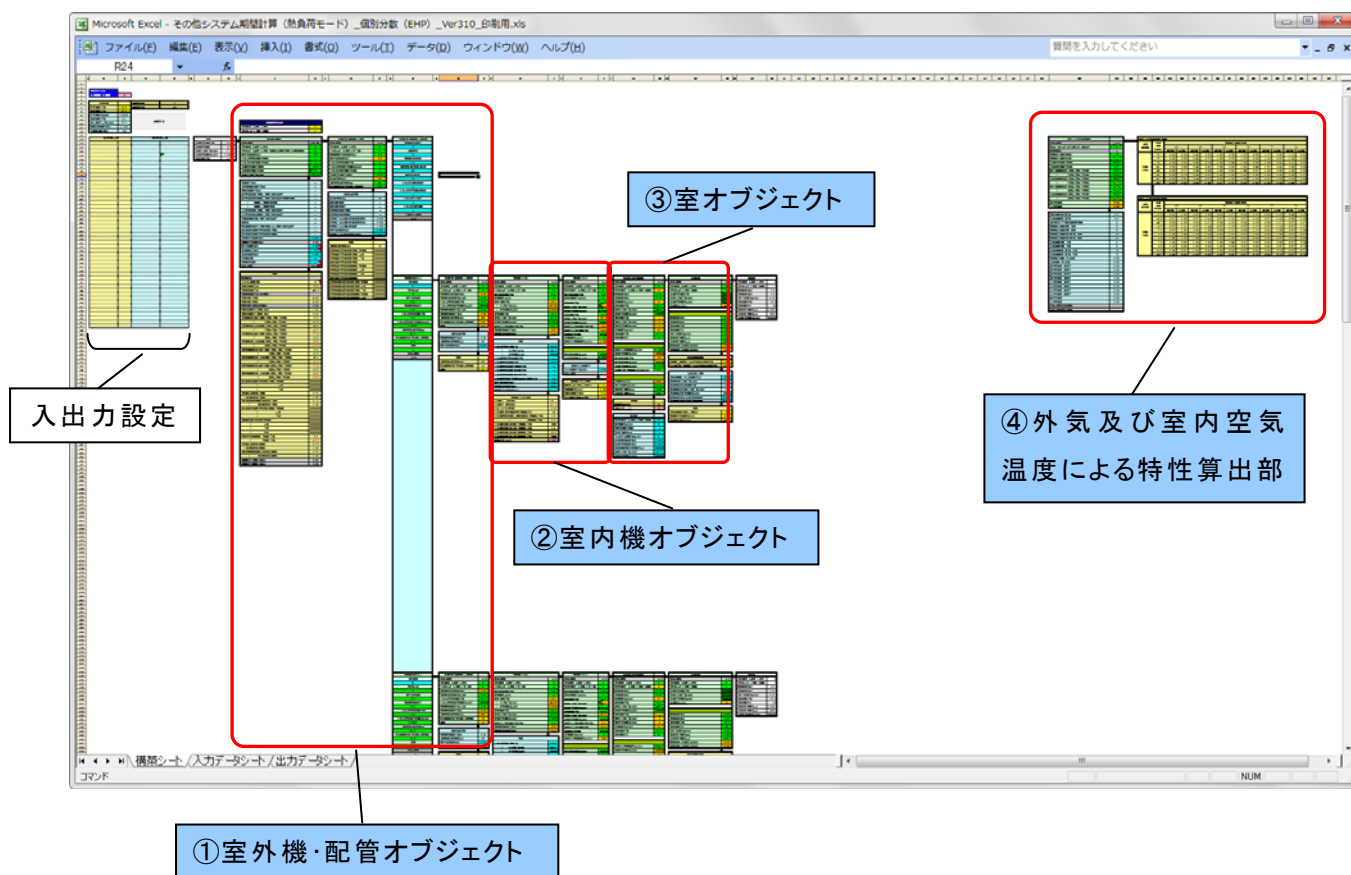

図 6.13 構築シートの全体構成
① モデル化の手順
(2) 室外機・配管 (図 6.13 の①)